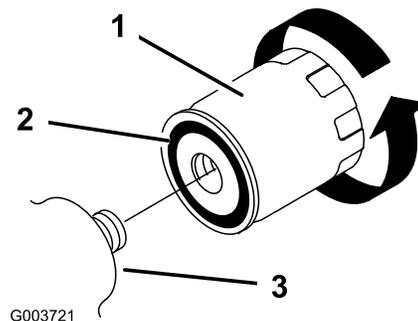

Figure 36
5. Enlevez le filtre à huile usagé (Figure 36) et essuyez la surface de l'adaptateur.
6. Appliquez une fine couche de liquide hydraulique sur le joint en caoutchouc du filtre de rechange (Figure 36).
7. Montez le filtre de rechange sur l'adaptateur (Figure 36). Tournez le filtre dans le sens horaire jusqu'à ce que le joint rejoigne l'adaptateur, puis serrez-le encore de 1/2 tour.